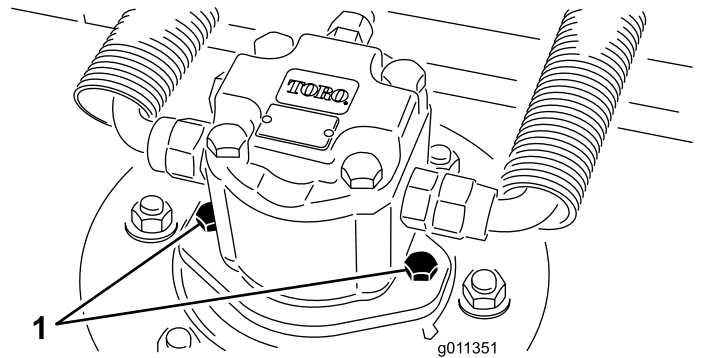

図 124
2. カッティングユニットから油圧モータを外す 図 124。異物が見つからないように、スピンドル上部にはカバーを掛けておく。
3. カッティングユニットに油圧モータを取り付ける 図 124。Oリングを忘れずに、また、損傷させないように注意して取り付ける。